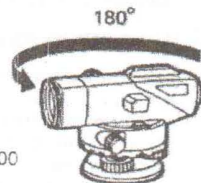

Рис. 7.1
- 2) Поверните инструмент на  $180^\circ$  (или  $200^\circ$ ) (рис. 7.1).